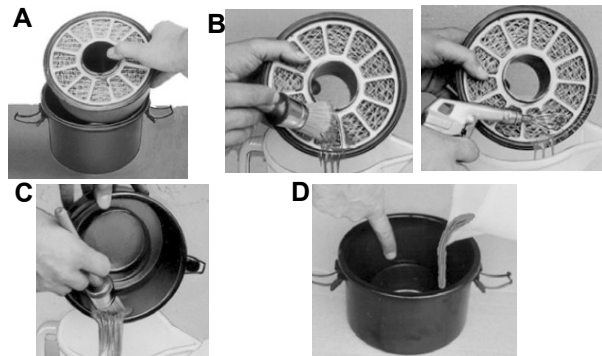

Abb. 29: Luftfilter reinigen
Schritt 1: Öffnen Sie den Luftfilter und entfernen Sie das Element (Abb. 29).